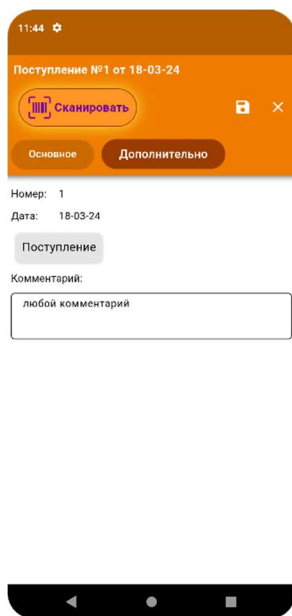

Рис.14
5. Закладка «Дополнительно» отображает дополнительные данные документа. Рис.14;